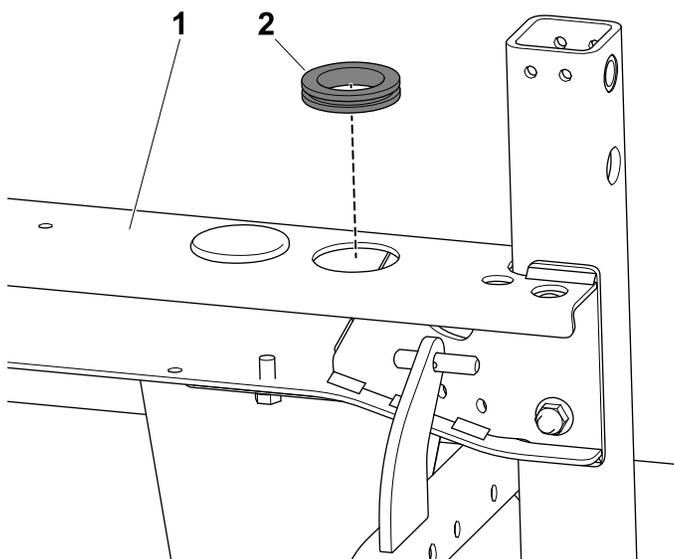

Figura 25
4. Montate il gommino sul telaio (Figura 25).